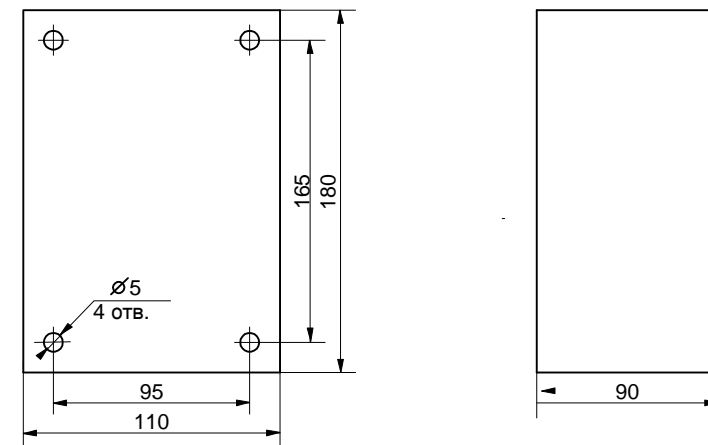

Рис. 1. Габаритные и установочные размеры устройства УЗОПК-3.
Габаритные, установочные и присоединительные размеры приведены на рис.1.
- 5.1. Устройство УЗОПК-3 предназначено для установки на заземленной металлоконструкции с толщиной фасадного листа (угольника и т.п.) не более 8 мм. Разметка отверстий под крепеж приведена на рис.1.